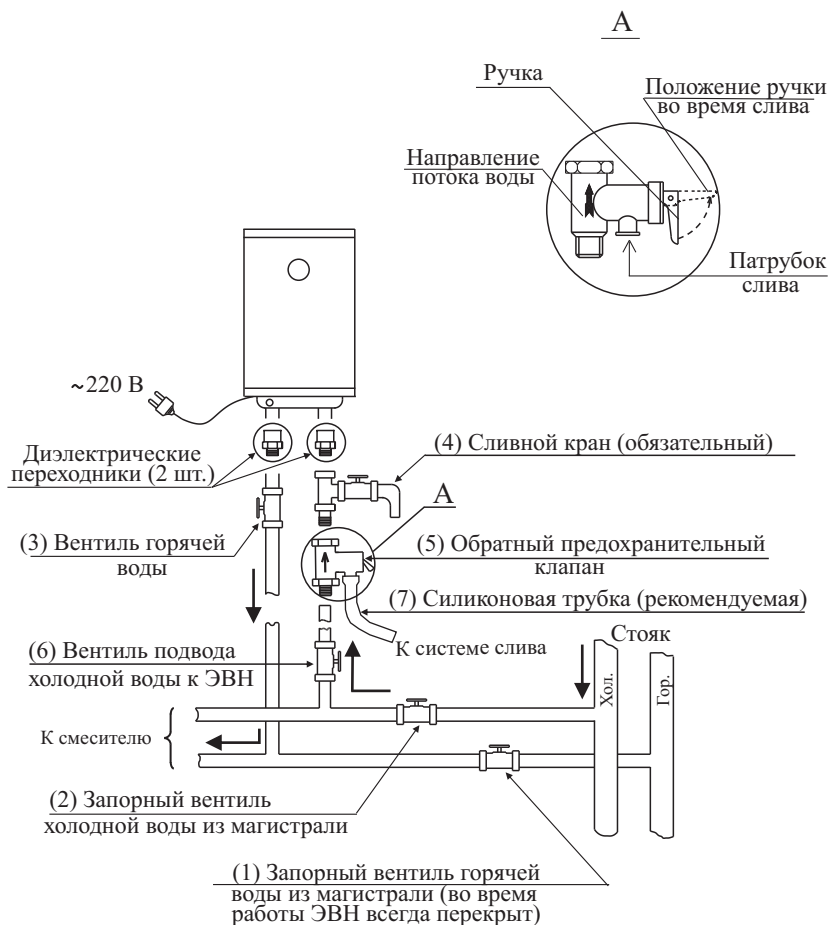

Рисунок 5 - Схема подключения к водопроводной сети
📖 Заполните ЭВН водой. Для этого перекройте запорный вентиль горячей воды из магистрали (1), закройте сливной кран (4), откройте запорный вентиль холодной воды из магистрали (2), вентиль подвода холодной воды к ЭВН (6), вентиль горячей воды (3) и кран горячей воды на смесителе. ЭВН заполнен, когда из крана горячей воды на смесителе начнет вытекать, с полным напором, вода. Закрыть кран горячей воды на смесителе (см. рисунок 5).
📖 При необходимости полного слива воды из ЭВН (например, при профилактике) надо отключить его от электрической сети, перекрыть вентиль подвода холодной воды к ЭВН (6), вентиль горячей воды (3) должен быть открытым, открыть кран горячей воды на смесителе и сливной кран (4), через который и слить воду (см. рисунок 5).